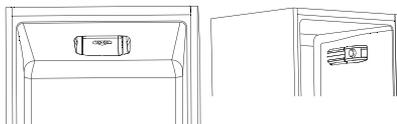

Fig.4
• A unidade do termóstato para controlo do aparelho está localizada dentro do compartimento frigorífico (Fig.4). Gire o botão do termóstato do termostato para além da posição "0". A luz fica acesa quando a porta do frigorífico stá aberta.